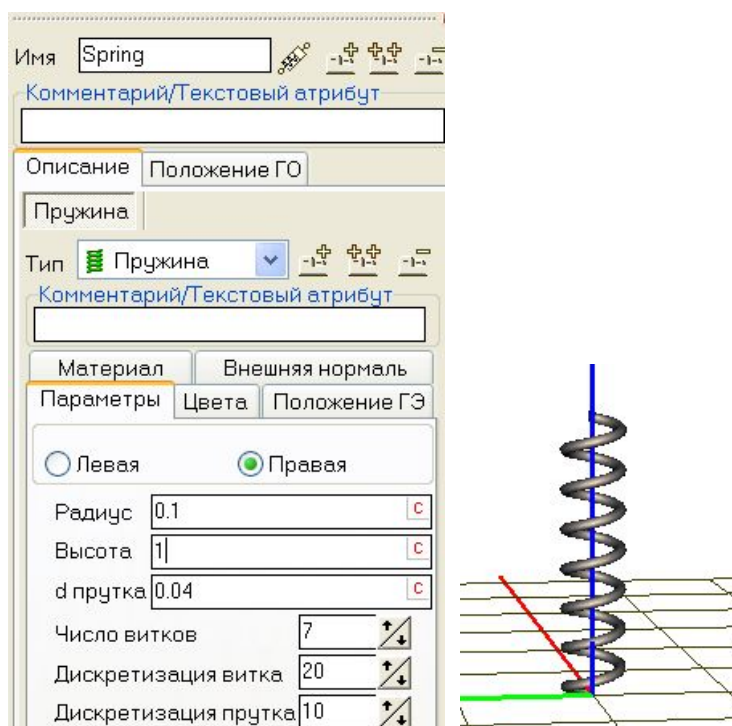

Рис. 2.11. Образ пружины
2. Выберите тип **Пружина**. Измените радиус на 0.1 и число витков на 7, рис. 2.11.